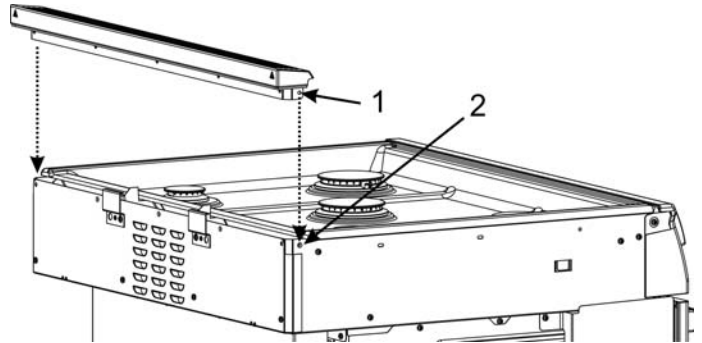

Figure 2: Colocación de la moldura para islas
6. Baje la moldura para islas y colóquela en su lugar alineando el orificio 1 de la moldura para islas con el orificio 2 en ambos lados de la estufa. Consulte la Figure 2: Colocación de la moldura para islas.